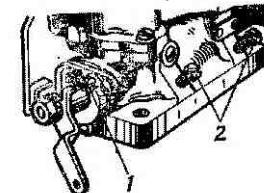

Рис. 23. Винты регулировки холостого хода:
1. Завернуть до упора, но не слишком туго регулировочные винты 2 (рис. 23), а затем каждый из них отвернуть на три оборота.
3. Упорным винтом 1 (рис. 23) установить **устойчивую** частоту вращения коленчатого вала двигателя при наименьшем открытии дроссельных заслонок.